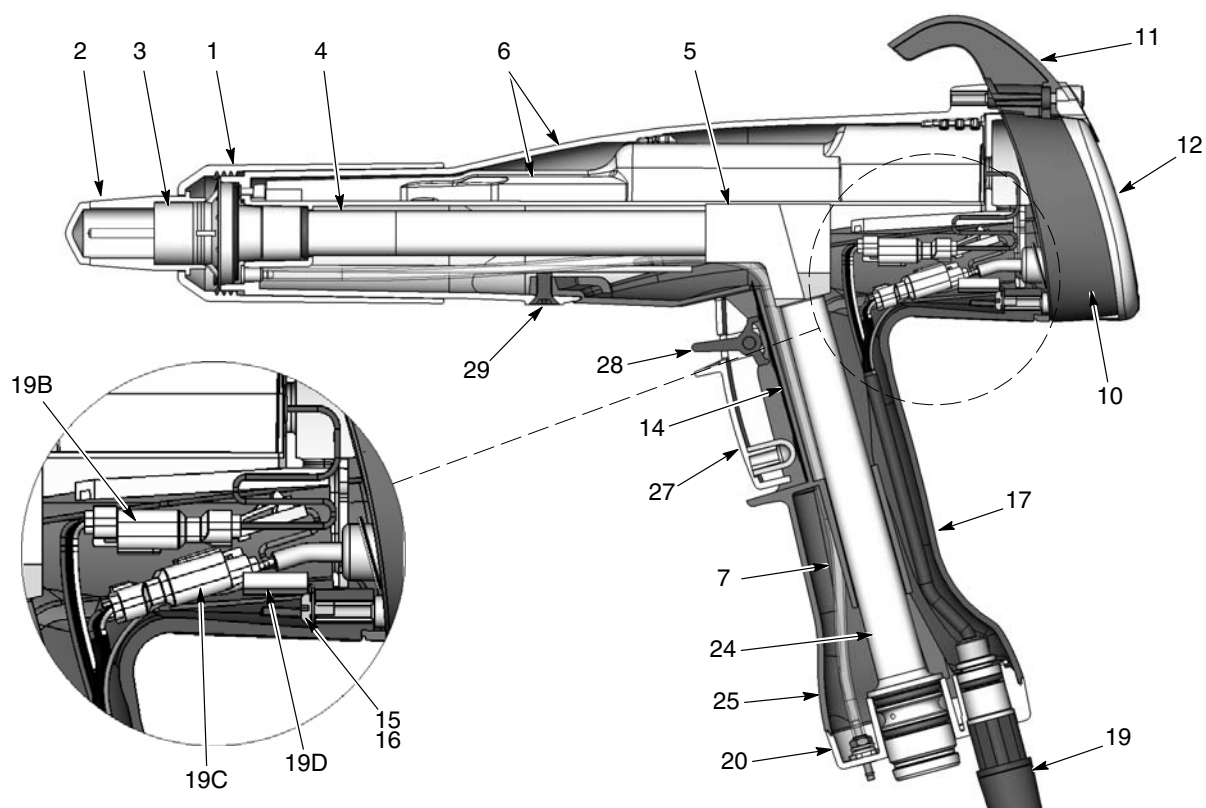

Figura 6-1 Vista em corte da pistola de pintura (os números dos itens nesta seção correspondem aos números dos itens na lista de peças)
2. Consulte a figura 6-1. Desenrosque a porca do bico e remova da pistola de pintura o bico e o conjunto do eléctrodo.